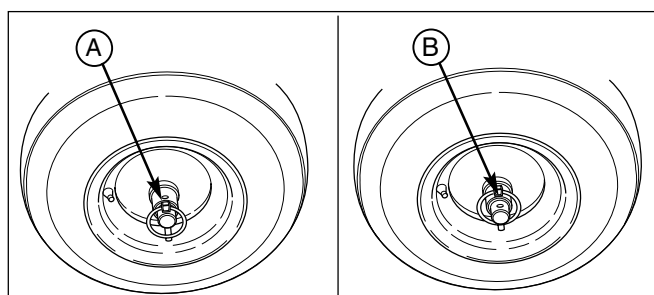

Figure 6. Verrou de la commande de traction
Afin de tourner facilement pendant que vous poussez la souffleuse, débrayez la roue droite en utilisant l'ergot d'arrêt (voir figure 6).
2. Pour DEBRAYER le verrou de la commande de traction, insérez l'ergot d'arrêt (A, figure 6) dans le trou externe de l'axe droit. La machine peut désormais être poussée avec une résistance minimale.
3. Pour EMBRAYER le verrouillage de la commande de traction, alignez le trou du moyeu avec le trou interne de l'axe, et installez l'ergot d'arrêt (B).